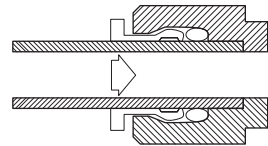

Figura 25.
g. Empuja fuerte y profundamente la manguera dentro del orificio (ver Figura 25).